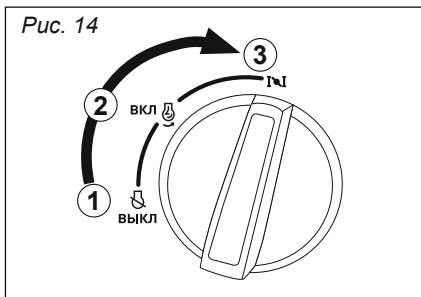

Рис. 14
1. Поверните переключатель «3 в 1» в положение ③ (рис. 14).